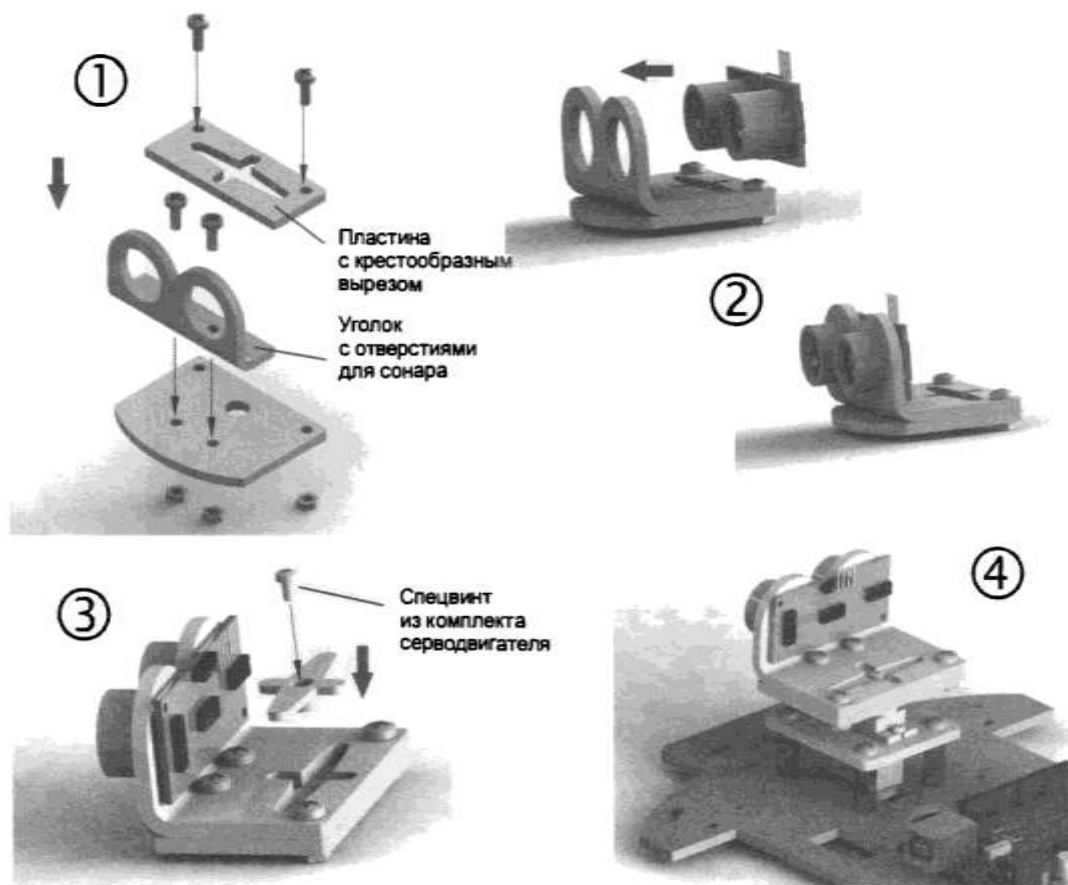

Рис. 10.8. Установка головы на работа
- 4) Сонар HC-SR04, установленный на серводвигатель, показан на рис. 10.8.